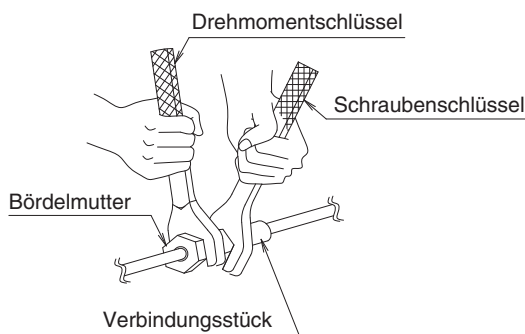

Abb. 13
- Verwenden Sie beim Anschließen der Rohrleitungen an das Klimagerät stets einen Schraubenschlüssel und einen Drehmomentschlüssel wie in Abb.13 gezeigt. Die Maße des gebördelten Elements finden Sie in Tabelle 1.